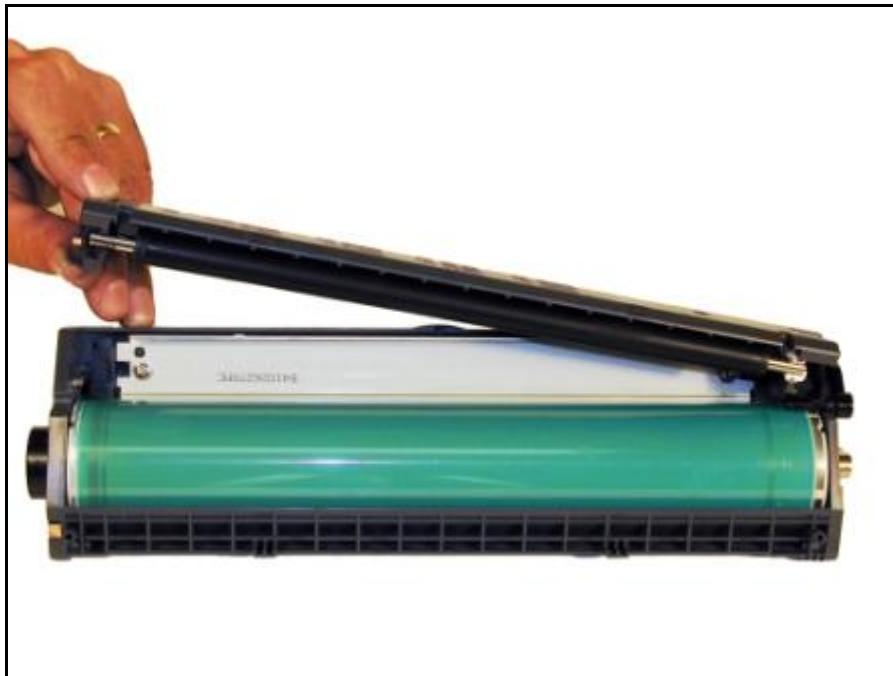

Ilustración 36
28. Retirar el conjunto de PCR. Ver ilustración 36